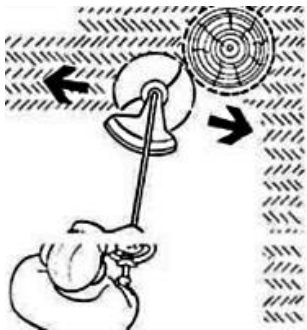

Рисунок 12
4.3.6 Не допускайте касания катушки и триммерной лески проволоки, камней, бордюров, твердых покрытий дорожек, заборов и подобных предметов, так как это будет приводить к преждевременному износу (укорачиванию) триммерной лески, повреждению катушки или получению травм пользователем. Не допускайте касания рабочим инструментом стволов деревьев, кустарников и других насаждений для предотвращения их повреждения (рис. 12).